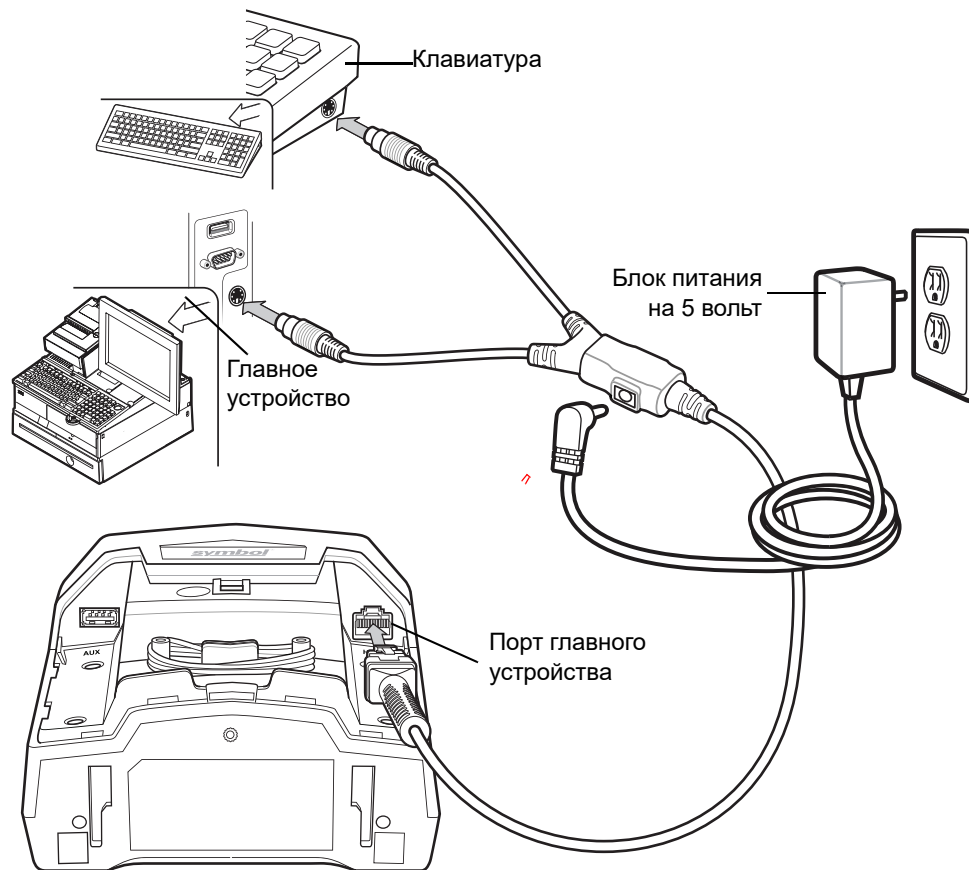

Рис. 10-1 Подключение Keyboard Wedge — внешний блок питания на 5 В
- DS7708 подключается непосредственно к главному компьютеру и клавиатуре с помощью Y-кабеля Keyboard Wedge (см. Рис. 10-1).